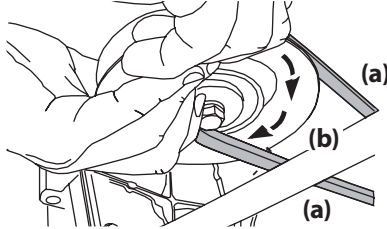

Figura 46
- d. Mientras sostiene la correa de la PTO (a) hacia abajo, siga girando la polea de la PTO (b) hasta que la correa de la PTO (a) se deslice fuera de la polea (b). Consulte la Figura 46.
- 10. Mientras sostiene la correa y la polea de la PTO juntas, gire la polea de la PTO hacia la izquierda (Consulte la Figura 46). Siga sosteniendo y rotando la polea de la PTO y la correa de la PTO hasta que la correa de la PTO se enrolle totalmente en la polea de la PTO.